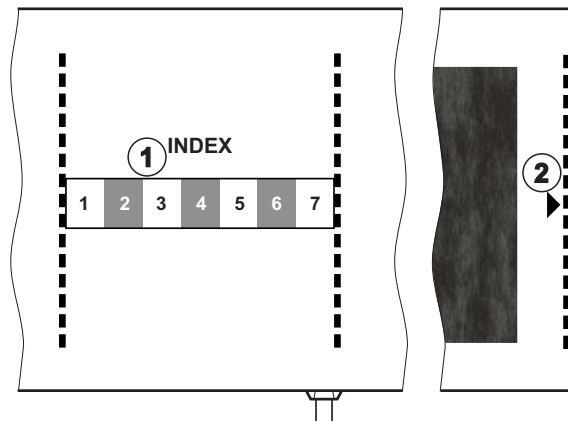

Fig. 11-6 Mærkning for korrekt manchetstørrelse
Manchetstørrelsen er korrekt til patientens overarmsomkreds, hvis den stiplede linje, der er markeret med en pil (ved kanten af manchetten, se Fig. 11-6, ②) er placeret i området markeret med "INDEX" (①), når manchetten påføres.